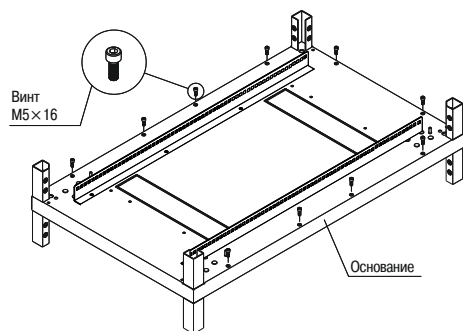

Рисунок 4 – Нижнее основание верхней секции
4.2.4 Извлеките из первого места основание. Установите на нижнее основание верхнего сектора винты М5×16 (10 шт.) с цилиндрической головкой (рисунок 4).